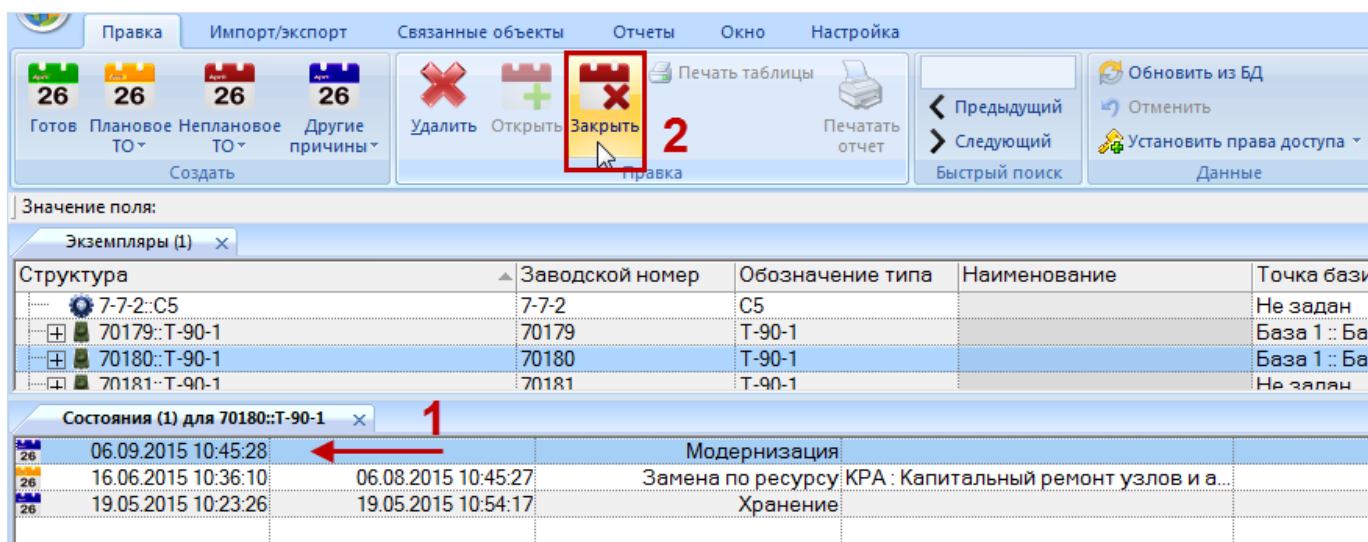

Рис. 28-8 – Закрытие состояния кнопкой «Закреть» в окне «Состояния»
1) В окне связанных объектов «Состояния» для экземпляра ФИ выделить актуальное состояние и нажать кнопку «Заккрыть» панели «Правка» (рис. 28-8).